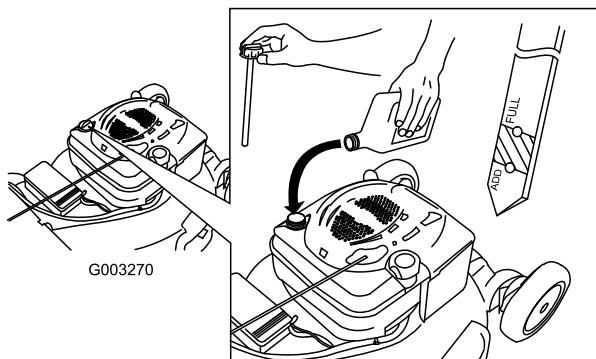

Figura 42
- Vierta lentamente aceite en el tubo de llenado hasta que el nivel llegue a la marca "Full" (lleno) de la varilla (Figura 42). **No llene demasiado.** (Capacidad máxima: 0,59 l (20 onzas), tipo: SAE 30W, aceite detergente con clasificación de servicio API SF, SG, SH, SJ, SL o superior.)